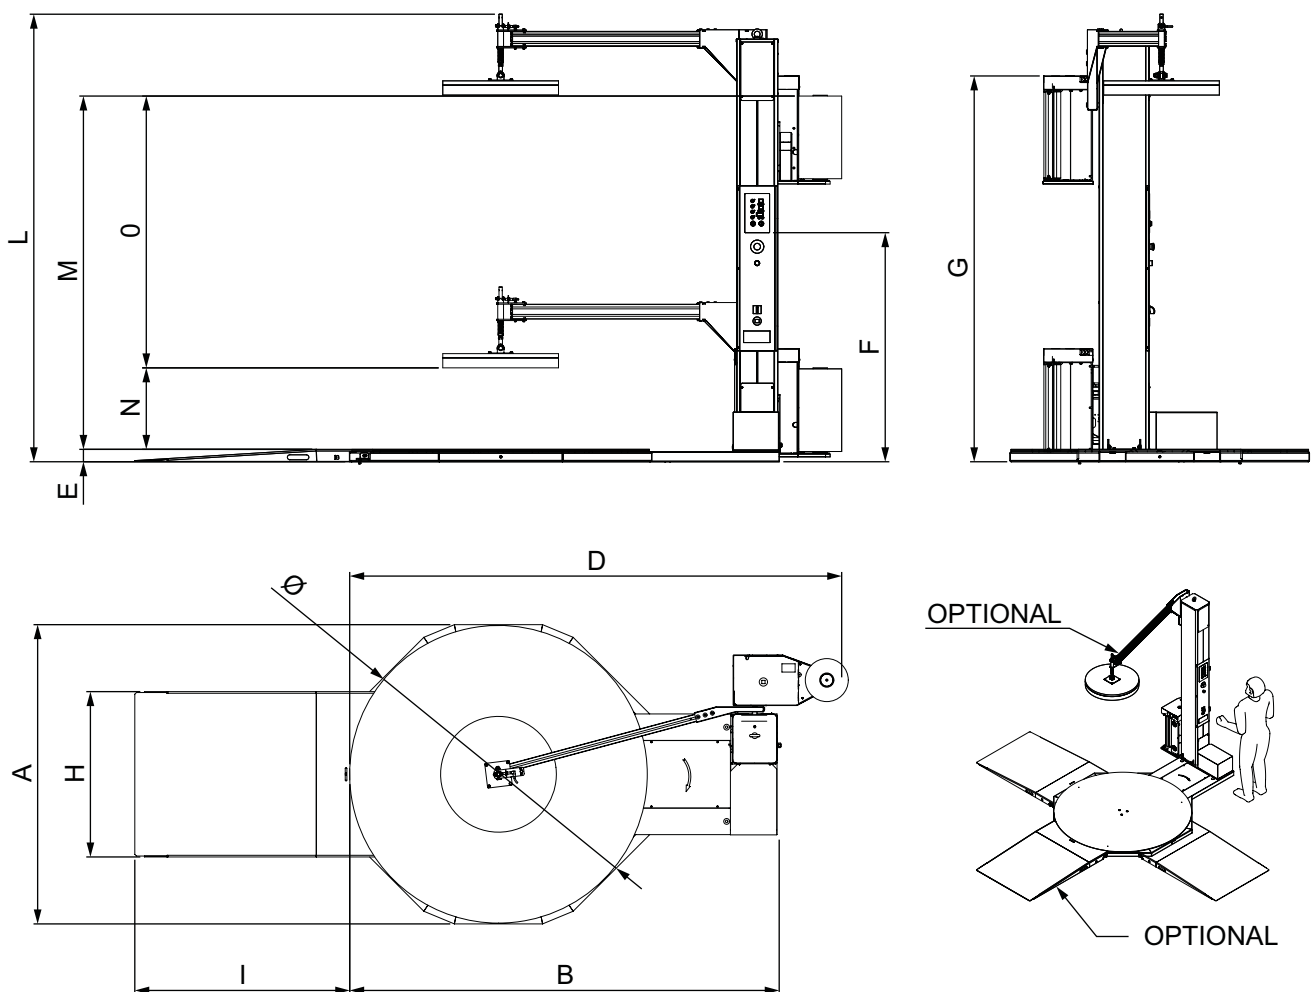

Fig. 36
- Abmessungen	Siehe Fig. 36 - seite 59